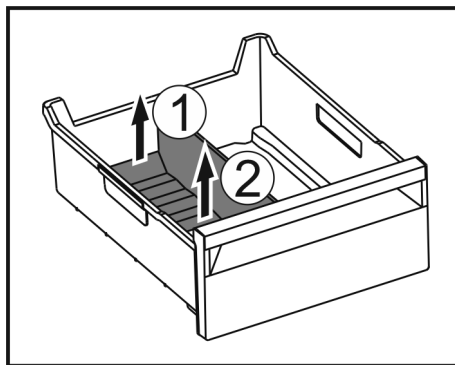

Fig. 151
- Ngrini lart pjesën e pasme të ndarësit të sirtarit të akullit. Fig. 151 (1)
- Hiqni ndarësin e sirtarit të akullit nga lart. Fig. 151 (2)